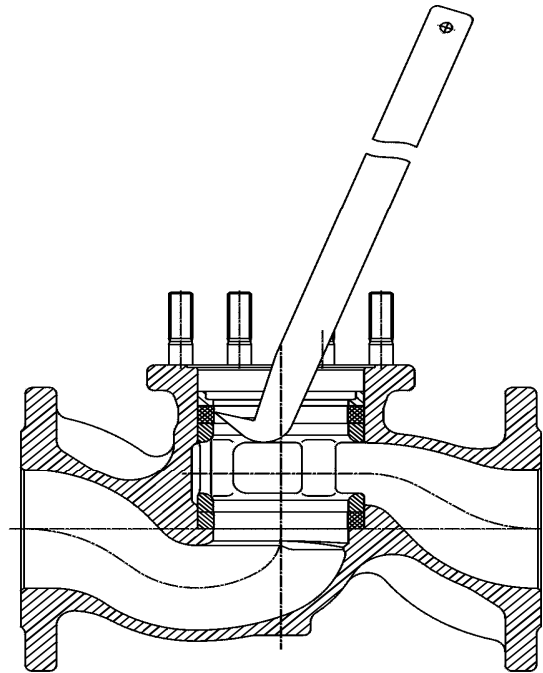

Bild 2
- *Druckstück (Pos.18) und oberen Ventilring KX-GT mittels Ringziehhaken entfernen (siehe Bild 2)*